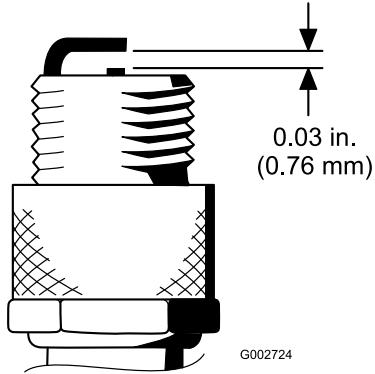

Figura 37
- Impostate la distanza tra il centro e il lato degli elettrodi a 0,76 mm (Figura 37).